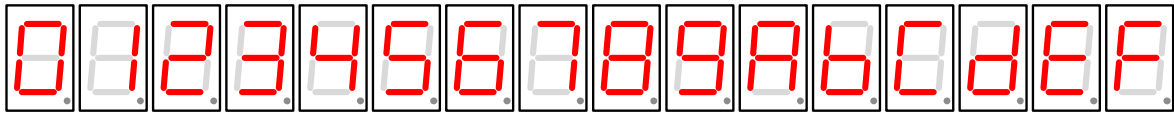

Figura 6. Representação dos dígitos de 0 a F no *display* de 7 segmentos.
4. Construa a tabela que relaciona as combinações binárias de 4 bits (dígitos 0 a F) com o respectivo código de 7 segmentos, de acordo com o circuito montado no ponto anterior e com a definição gráfica dos dígitos apresentada na Figura 6.